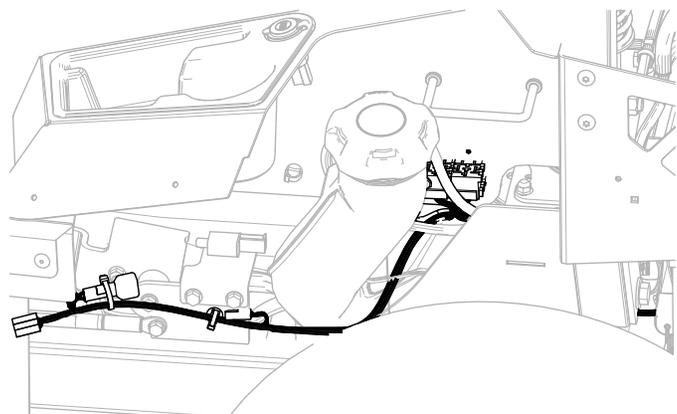

図 18
2. ワイヤハーネス 図 18 を、フレームの左側に沿って、ステップ 1 で取り付けした押し込みファスナーを通して配設する。